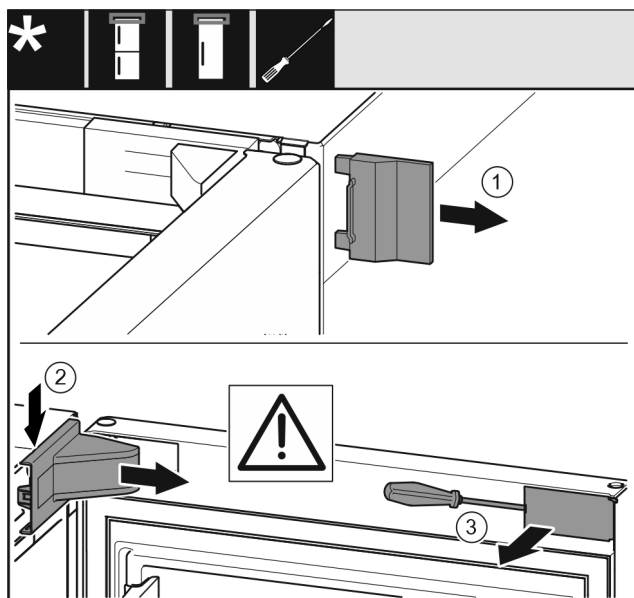

Fig. 12 *
- Retirer le cache extérieur Fig. 12 (1).*
- Dégager et retirer le cache du support de palier Fig. 12 (2).*
- Dégager le cache Fig. 12 (3) au moyen d'un tournevis plat et le faire pivoter sur le côté.*